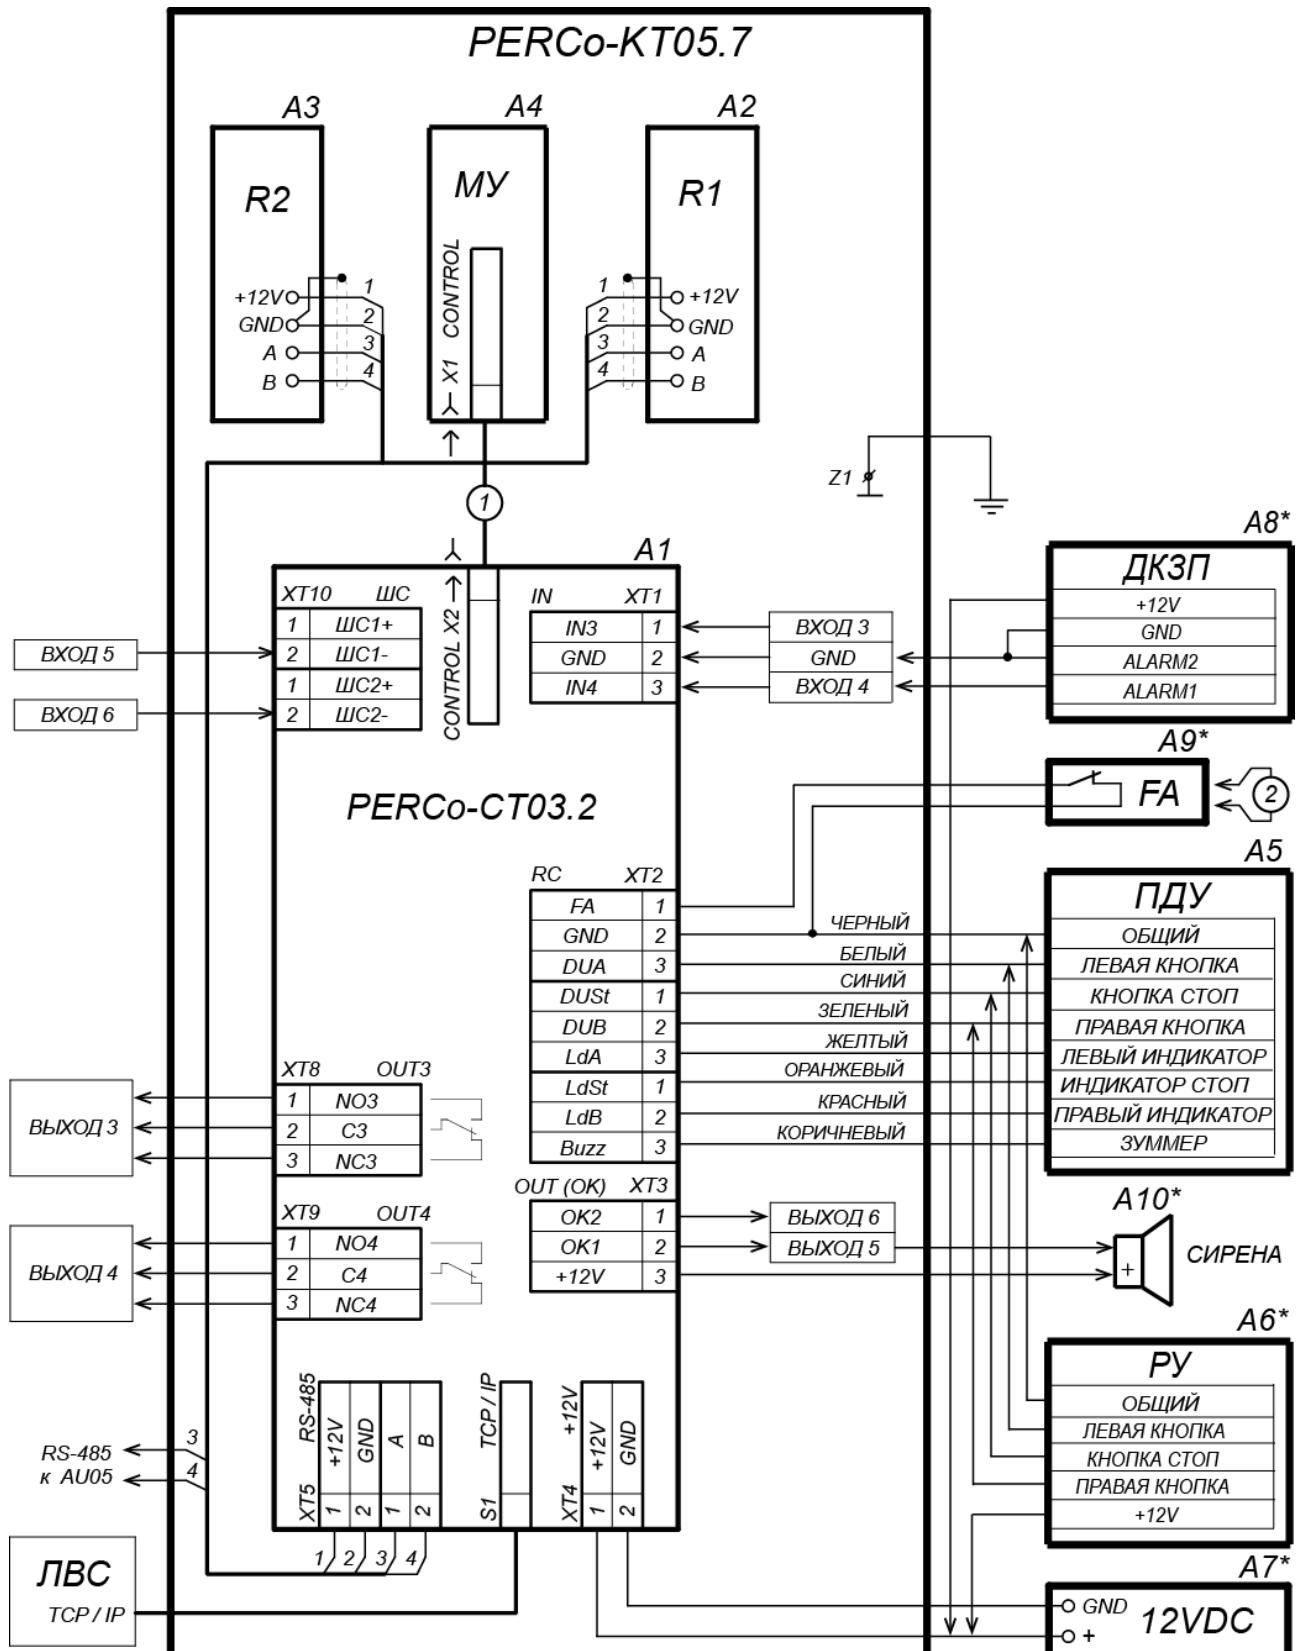

Рисунок 12. Схема подключения ЭП и дополнительного оборудования
Расположение клеммных колодок на нижней плате контроллера ЭП показано на рис. 5, назначение контактов клеммных колодок указано в табл. 1. Схема подключения приведена на рис. 12. Используемые при подключении типы кабелей указаны в табл. 4. При монтаже ЭП придерживайтесь следующей последовательности действий:
11. Подключите кабель питания (12) к клеммной колодке **XT4** на нижней плате контроллера согласно схеме, приведенной на рис. 12.
12. Подключите кабель (10) ПДУ (9) к клеммной колодке **XT2** согласно схеме, приведенной на рис. 12.
13. Подключите, при необходимости, кабели от других устройств к соответствующим клеммным колодкам нижней платы контроллера согласно схеме (см. рис. 12).
позиционные обозначения А1-А4 и Z1 – указаны на рис.12